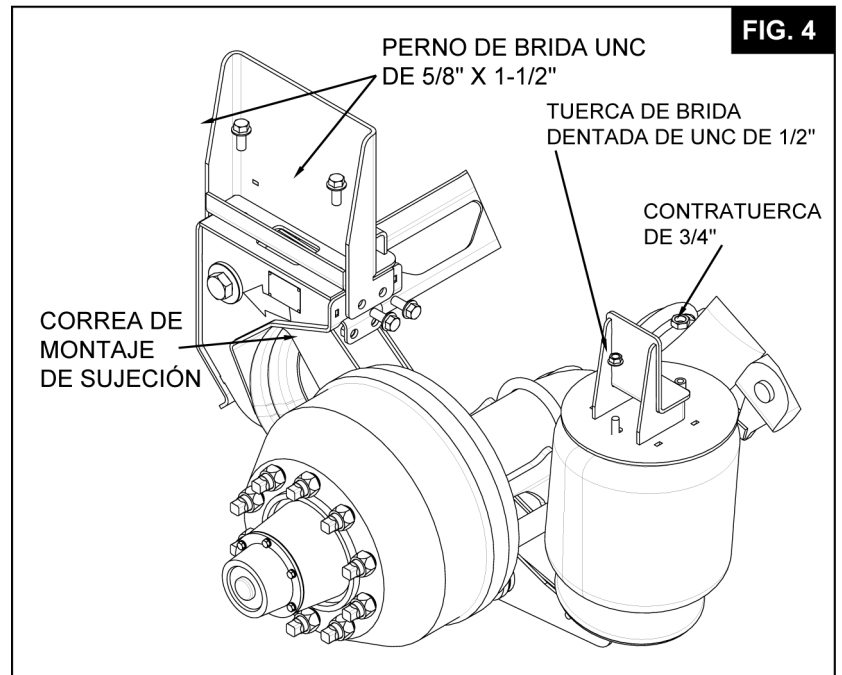

**FIG. 3**
**9.3** Una vez que los soportes del bastidor estén bien ajustados a la superficie externa y la inferior del bastidor del camión, revise todos los problemas de espacio libre y luego pase el granete en todos los agujeros para el montaje. (Vea en la **Fig. 3** la ubicación recomendada para los agujeros de montaje. La dimensión vertical entre los agujeros de montaje debe ser de 5.63 para los soportes estándar y de 3.00 para las versiones de soporte de bastidor corto o camiones roll-off).